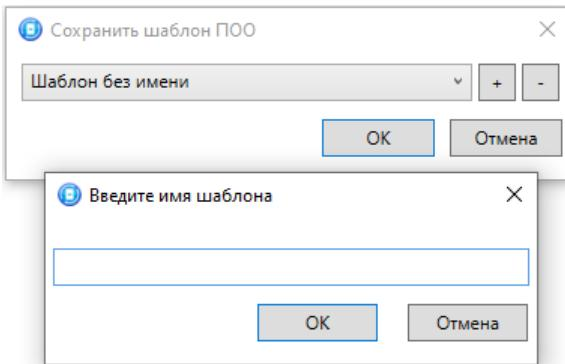

Рисунок 4.50 — Сохранение шаблона
- *Сохранить шаблон настроек*: открытие окна *Сохранить шаблон СПИ* (см. рисунок 4.50), с помощью которого может быть сохранена конфигурация ПОО контроллера в составе СПИ в качестве шаблона.